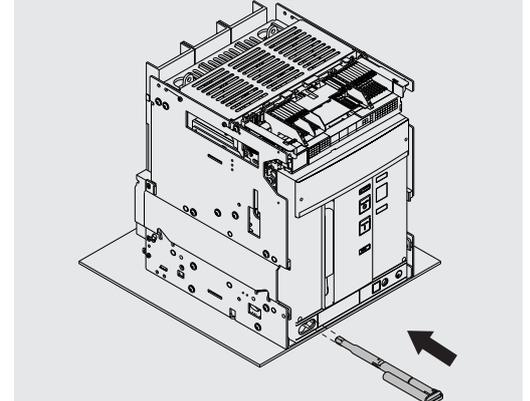

Figura 49
13. Riporre la manovella nella propria sede. Vedi Figura 49.